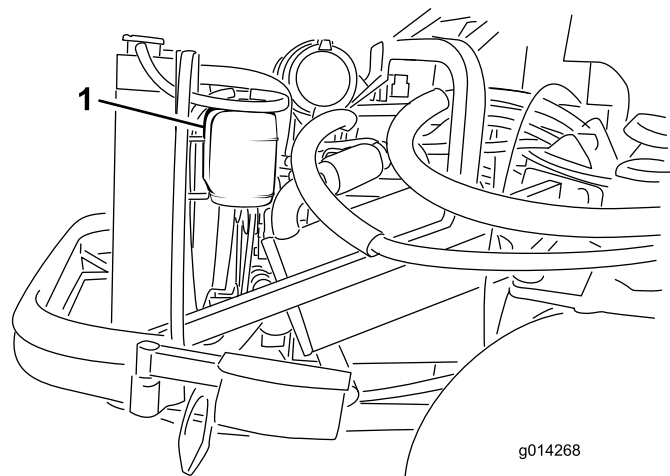

図 81
- 液量の点検は補助タンクで行う(図 81)。タンク側面についている2本のマークの間であれば適正である。